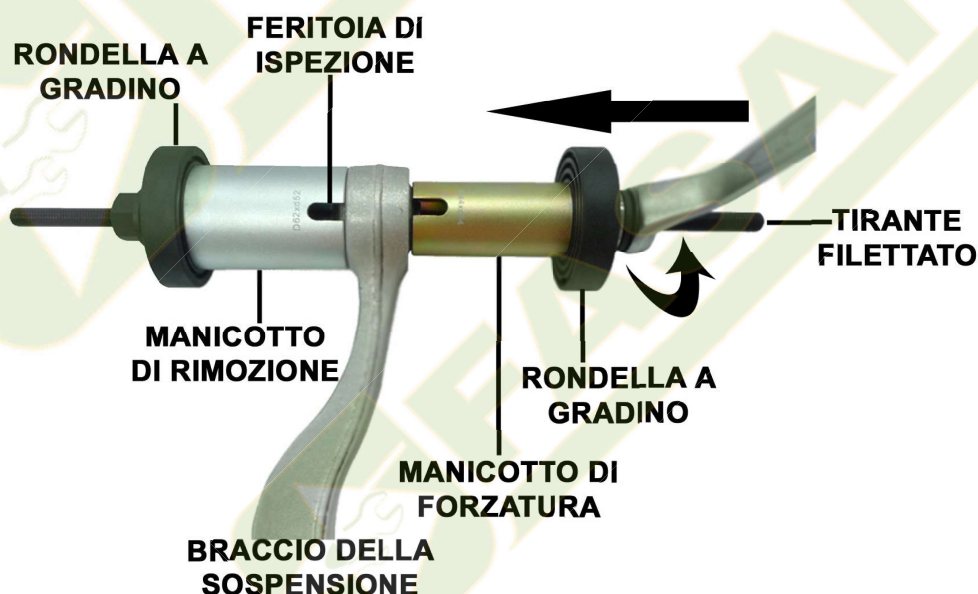

Fig. 3
4. Scegliere un manicotto (tra i venti in dotazione) da posizionare sull'involucro esterno della boccola / cuscinetto ("manicotto di forzatura" (Fig. 3)). L'estremità del manicotto su cui è presente il gradino, dovrà essere posizionato sulla rondella a gradino. **IMPORTANTE:** il manicotto deve poter passare attraverso il braccio della sospensione.
5. Scegliere un secondo manicotto per la rimozione (tra i venti in dotazione) da posizionare contro la faccia del braccio della sospensione ("manicotto di rimozione" (Fig. 3)). L'estremità del manicotto su cui è presente il gradino, dovrebbe essere posizionato sulla rondella a gradino. **IMPORTANTE:** il manicotto scelto deve essere sufficientemente grande da poter accogliere la boccola/cuscinetto quando viene espulsa a forza.